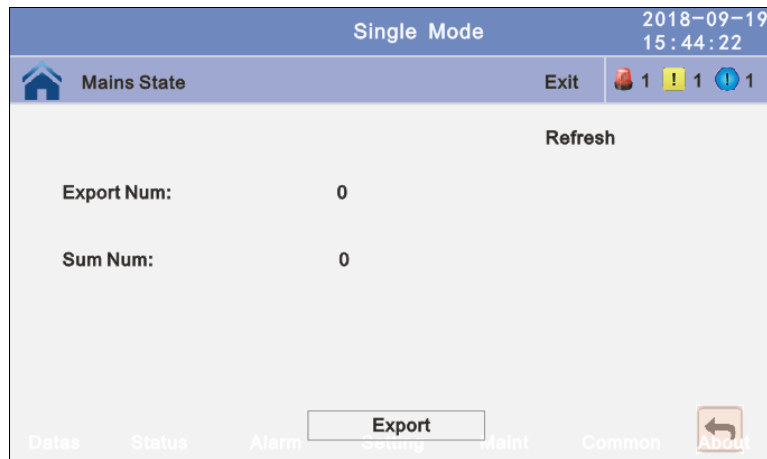

Fig. 4-39 Submenú Maint//USB Wizard/Alarm log output
- Submenú de Salida Del Registro de la Alarma (Fig. 4-39)